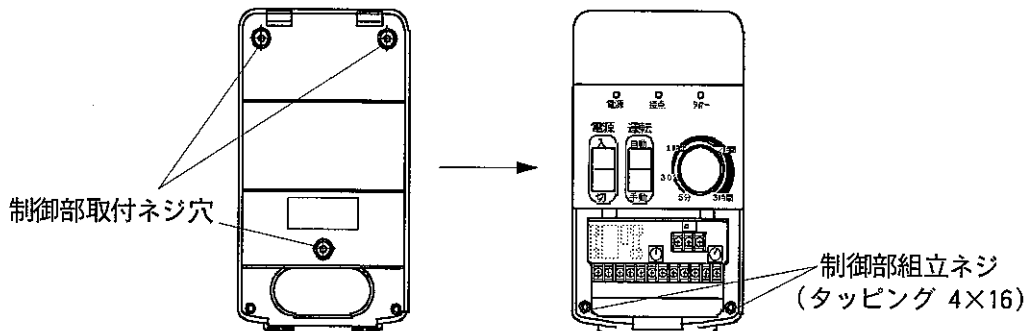

図8 制御部取付
- ②最初にAの裏蓋を取り付けます。図8の左図に示した3カ所の制御部取付ネジ穴に付属のタッピングネジなどで壁に取り付けます。
- ③次にBの本体を裏蓋に取り付、図8の右図に示した2カ所のネジ取付部に付属タッピングネジ (4×16) で固定します。
- ④配線や各調整が終わりましたらCのカバーを取り付けて下さい。